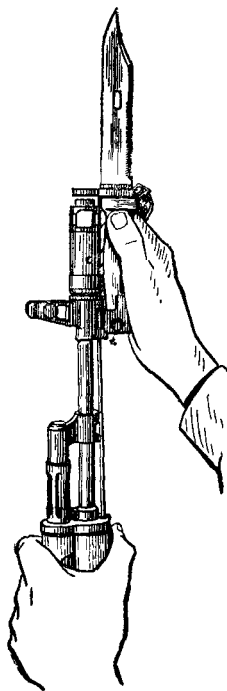

Рис. 25. Примыкание штыка-ножа
1) **Примыкание штыка-ножа.** Вынуть штык-нож из ножен; взять автомат левой рукой за ствольную накладку и цевье мушкой влево; удерживая правой рукой штык-нож за рукоятку, надвинуть его пазами на упор основания мушки (рис. 25), а кольцом на венчик дульного тормоза-компенсатора до полного закрывания защелки.